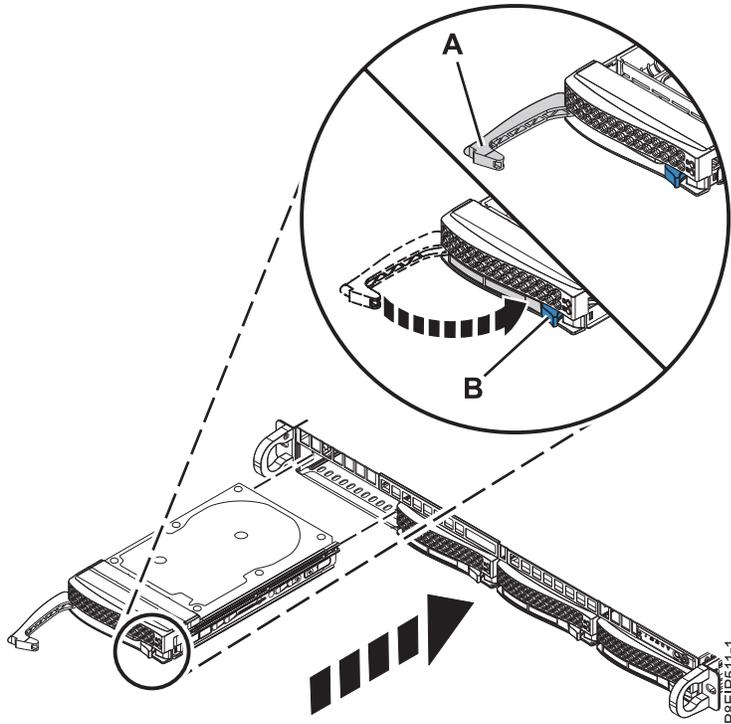

Abbildung 4. Detail zur Plattenlaufwerksperre
4. Lassen Sie den Griff an der Laufwerkposition **(A)** einrasten, indem Sie auf die Griffentriegelung drücken, bis diese einrastet **(B)** (siehe Abb. 4 auf Seite 7).